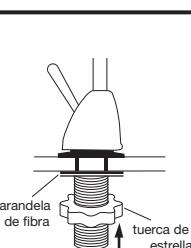

Figura 2
- Desde abajo del fregadero, deslice la arandela de fibra de 2 1/4" sobre la base del grifo. Reinstale la extensión rosada en la base hasta que quede apretada. Enrosque la tuerca de estrella en la extensión hasta que quede apretada (Vea la Figura 2).